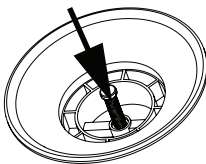

Figure 1. Gonfler/Dégonfler la valve de type Militaire
- 1) En commençant par les deux chambres principales latérales (1 et 2), retirez le bouchon de la valve et vérifiez que son piston est en position HAUTE ou de gonflage (voir la figure 1 de la page précédente).